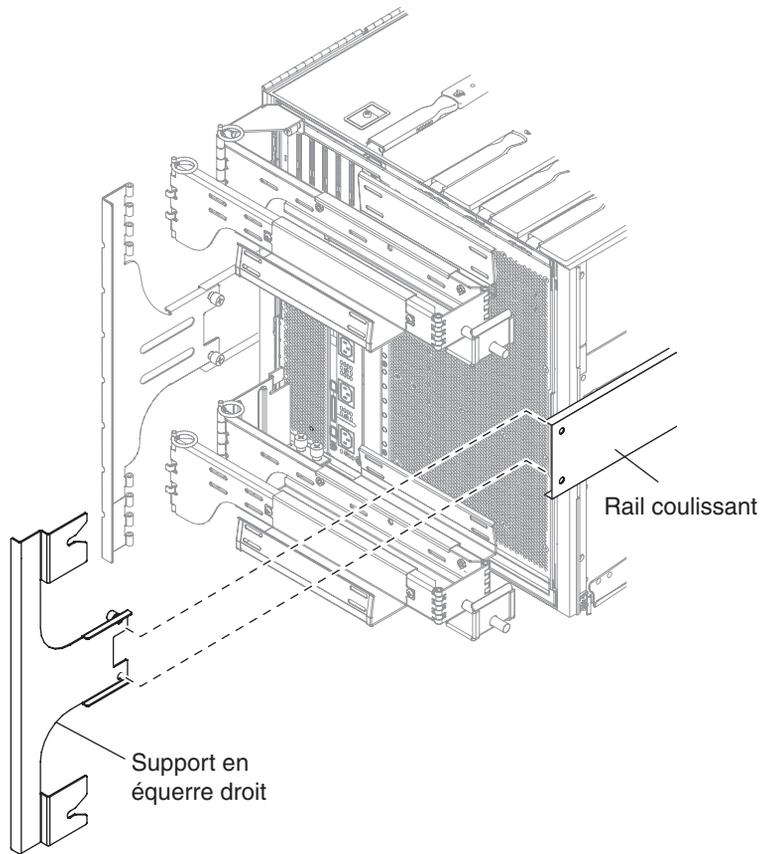

FIGURE 1-24 Fixation du support en équerre droit
7. Fixez le support en équerre droit au rail coulissant au moyen de deux vis imperdables (FIGURE 1-24).